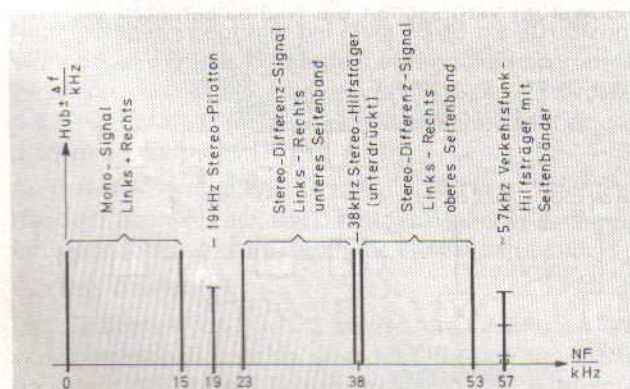

Bild 19 UKW-Modulationsspektrum
- Für die Dual-Übertragung (Zweitono) ist das UKW-Stereo-Übertragungsverfahren nur bedingt geeignet. Anstelle des Stereo-Differenz-Signals $L - R$ müßte das Mono-2-Signal über den unterdrückten Träger (38 kHz) übertragen werden (Bild 19). Auf Grund der nahen Lage